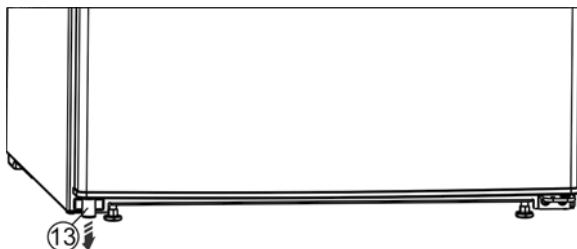

Fig. 13 *
- ▶ Извлеките из двери распорную деталь Fig. 13 (13) внизу слева.*